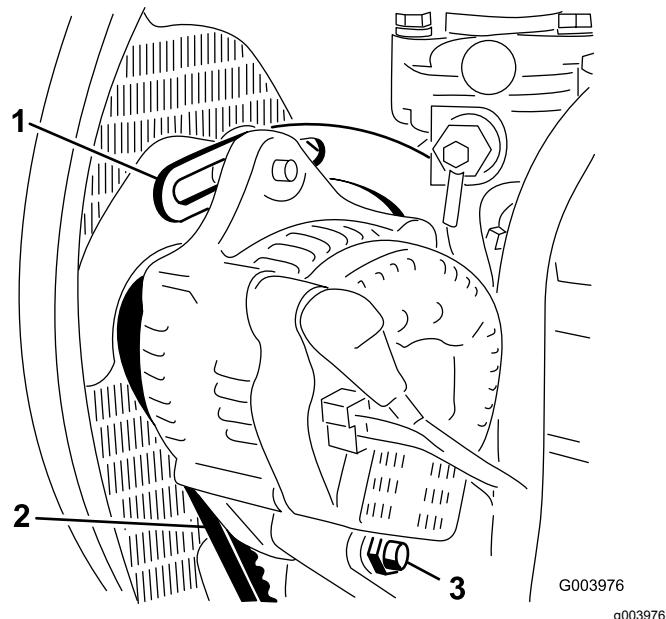

Figura 54
2. Verifique a tensão da correia do alternador, premindo-a (Figura 54) até meio caminho entre as polias do alternador e do cárter com uma força de 10 kg.
3. Desaperte o parafuso que segura a braçadeira ao motor (Figura 54), o parafuso que segura o alternador à braçadeira e o parafuso de articulação.